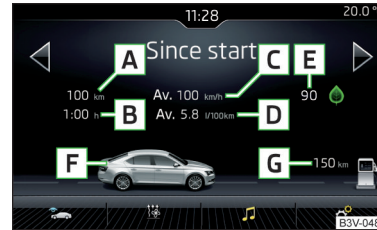

Abb. 44
**Bildschirmanzeige** » Abb. 44